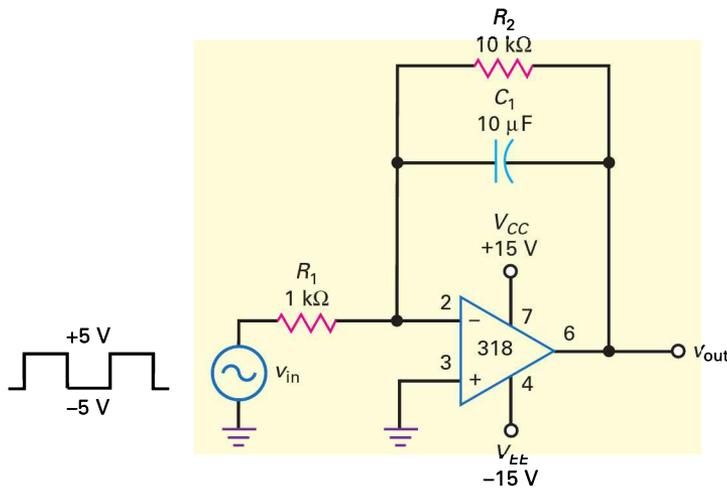

Figure 20.30
Que vaut la tension de sortie sur la figure 20.30 si la fréquence d'entrée est 1 kHz ?
20.8 Avez-vous compris ? À la figure 20.30, quelle valeur de capacité faut-il pour avoir une tension de sortie de 1 V_{pp} ?